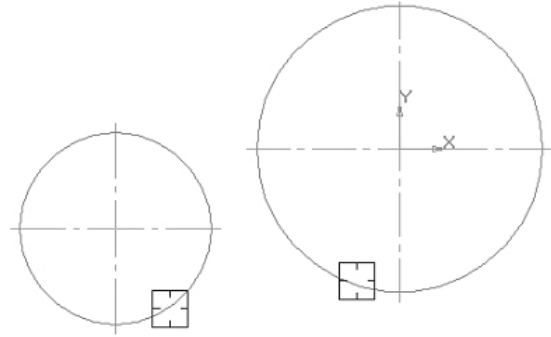

Рис. 3.8.
- вкажіть два об'єкти, між якими потрібно побудувати округлення (рис. 3.8);